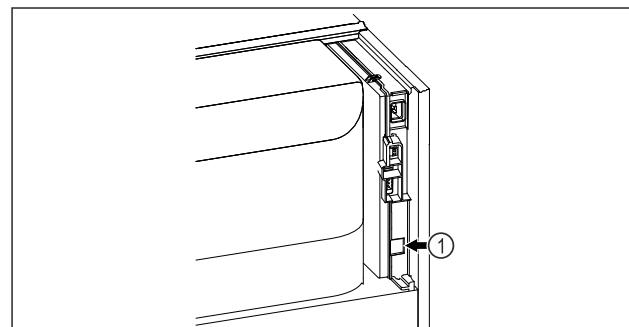

Fig. 138
- SmartModule Fig. 138 (I) ir ievietots.